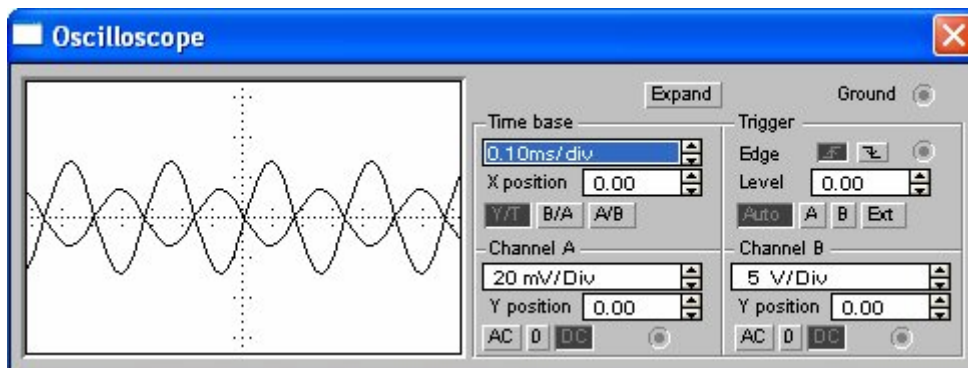

Рисунок 28 – Осциллограммы входного и выходного сигналов
8. Развернуть и настроить осциллограф, изменяя чувствительность и длительность развертки. На экране можно наблюдать входной и выходной сигналы (Рисунок 28)